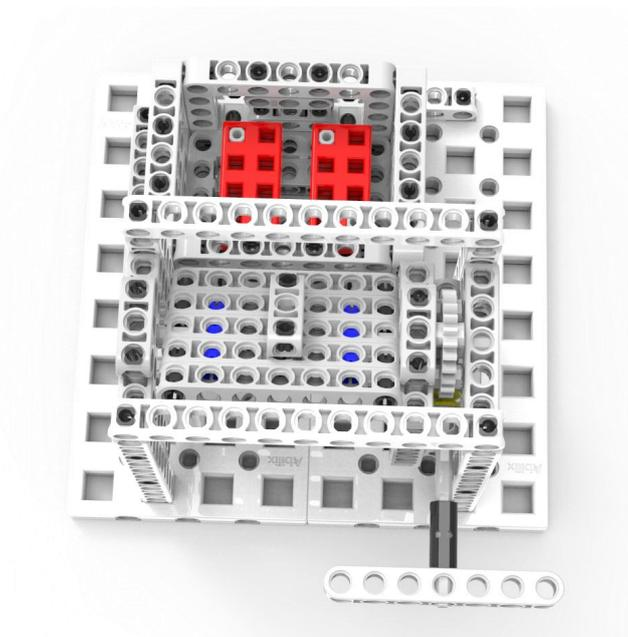

图 4 完成状态一
3.1.2 机器人推动运输筐使其位置处在平台正下方，转动转柄使平台上的货物装载到运输筐内为完成状态一；50 分/个；如图 4 所示。